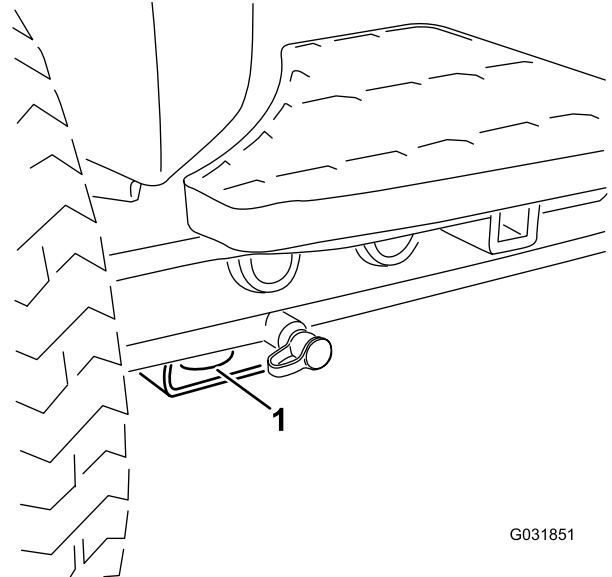

Figure 56
- Arrimez solidement la machine au moyen de sangles, chaînes, câbles ou cordes. Les sangles avant et arrière doivent être dirigées vers le bas et l'extérieur de la machine ; voir la Figure 56 et la Figure 57.
- Avant – trou du patin rectangulaire, sous le tube d'essieu, à l'intérieur de chaque roue avant (Figure 56)